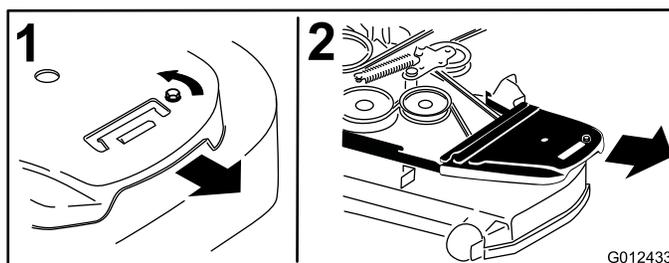

Figure 79
4. Déposez les couvercles de courroies ainsi que les boulons fixés dessus (Figure 79).